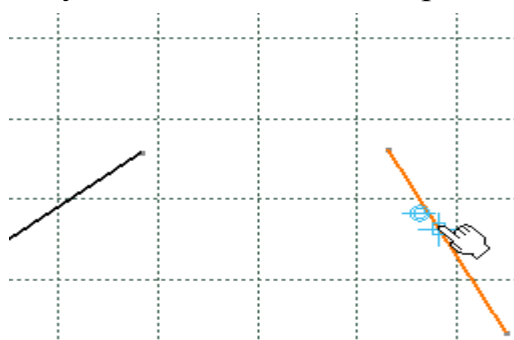

Рис. 66
1) Навести курсор на передбачуваний елемент збігу, наприклад на лінію. З'являється символ збігу, вказуючи, що **SmartPick** прив'язується до лінії (Рис. 66).